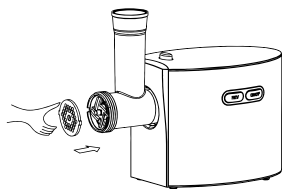

Рис. 4
7.1.4 Поместите выбранный Вами диск в горловину с учетом совпадения пазов на диске и горловине (рис.4).